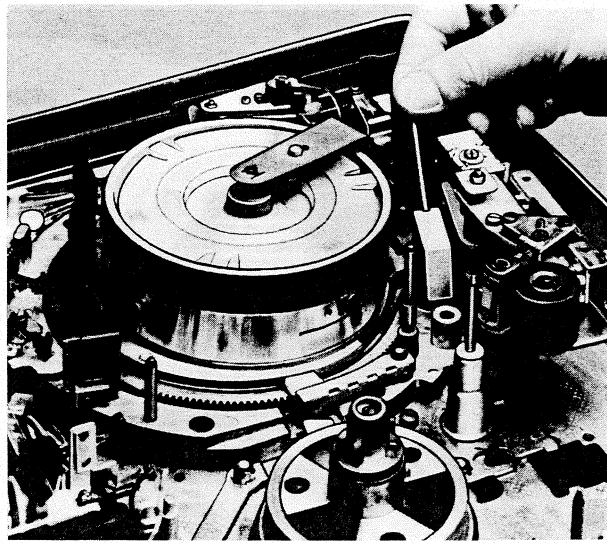

Abb. 9
- h) Die zum Bandzugmesser gehörende Ausfädelsperre über Trommelendanschlag und Justierschraube für die Kopfradumschlingung stecken (Abb. 9). Dadurch wird unkontrolliertes Ausschwenken der Bandtrommel verhindert.